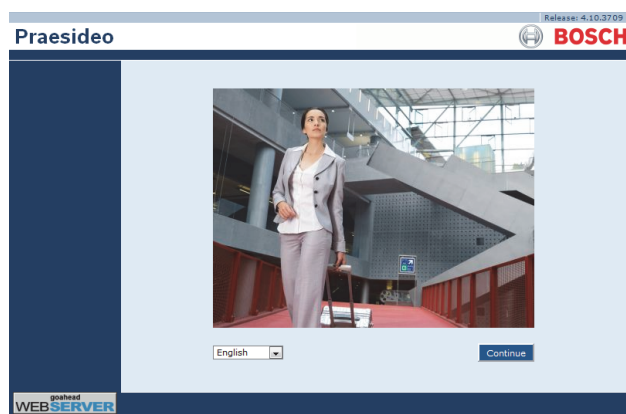

figura 41.1: Página inicial da interface da Web Praesideo
- 2 Introduza o endereço IP do controlador de rede na barra de endereços. Aparece um ecrã semelhante ao da figura 41.1.
Após clicar no botão *OK*, aparece um ecrã semelhante ao da figura 41.1. Iniciar a sessão na versão off-line da interface da Web constitui um processo idêntico ao utilizado para iniciar a sessão na interface "real" da Web.